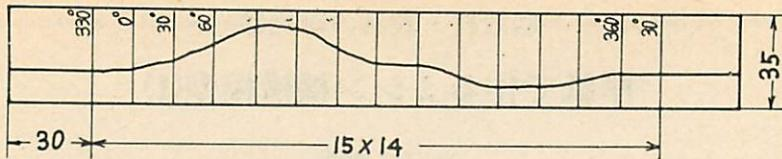

図3 カムみぞ板③の作製
(2)部品用の紙から巾35mmの板を切りだす(長さは台紙の縦の長さにひとしい)。図3のように角度を記入し(完成後てんびんの運動を測定しグラフをかくため)曲線をかく。この曲線は任意でもよいが、一応ミシンのてんびん運動グラフの曲線にあわせたほうがよいと思う。留意点として、山や谷が鋭くならないことと、坂が急傾斜にならないことである。
(3)曲線にしたがって切りはなし、両端に②の巾15mm、長さ42mmの板を接着すれば、巾約6~7mmに広がったみぞができる。なお、④⑤⑦⑧⑨の部品はすべて巾15mm